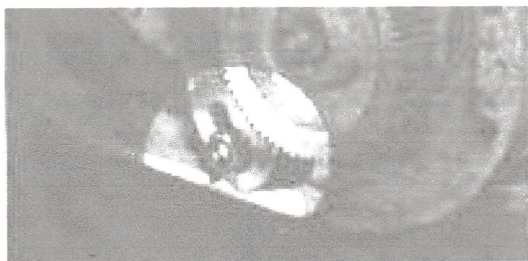

Fig. 24
- 22 Placez une des deux rondelles de 3/8" sur l'axe support N° 203. Montez la lyre N° 202 sur le fourreau de l'axe primaire N° 179, en introduisant l'axe support dans la lumière oblongue. Fixez légèrement la lyre sur l'axe support avec la seconde rondelle et l'écrou 3/8 " B.S.F, comme sur la Fig. 24. Débloquez la vis sans tête N° 195 qui fixe l'axe support dans la boîte d'avance et réglez la lyre pour engager le train d'engrenage avec le PIGNON DE TÊTE de 24 dents sur l'inverseur. Bloquez ensuite l'axe support dans cette position et serrez l'écrou 3/8" B.S.F.